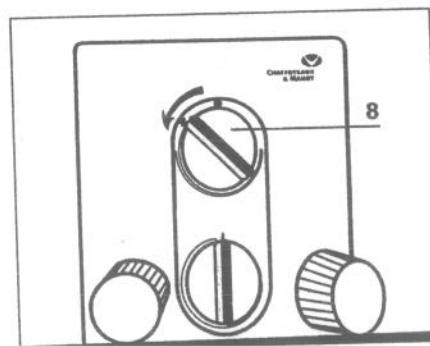

Fig.5 - BAYARD STAR 5 TS f 1F
- Allumer la veilleuse en tournant le bouton "8" dans le sens de la flèche ; le déclic de l'allumeur piézo (face au repère «  ») provoque l'allumage de la veilleuse (fig. 5).